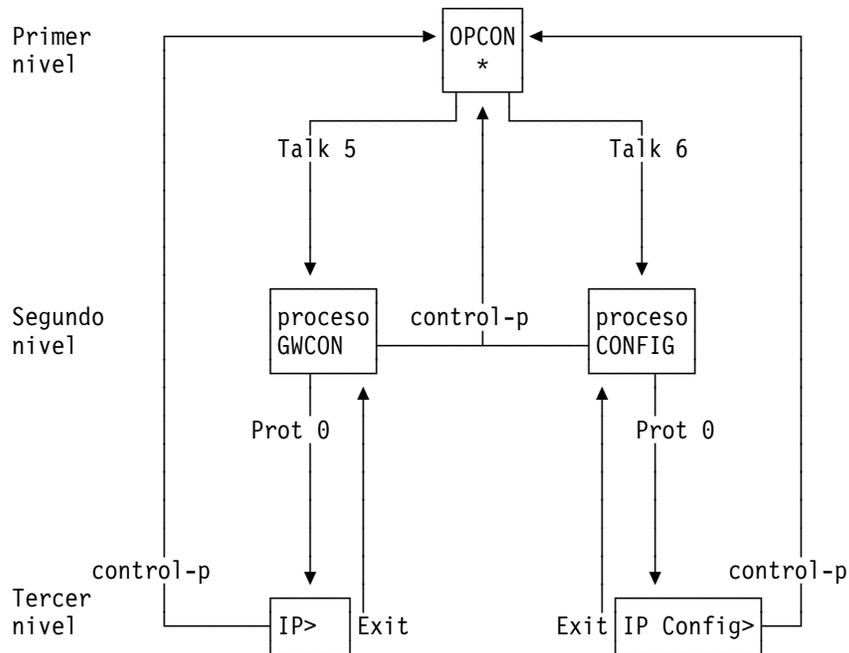

Figura A-1. Estructura de la interfaz de línea de mandatos con el mandato de protocolo (Prot) como ejemplo
**Respuesta** La estructura de la interfaz se muestra en la Figura A-1 en la página A-5.